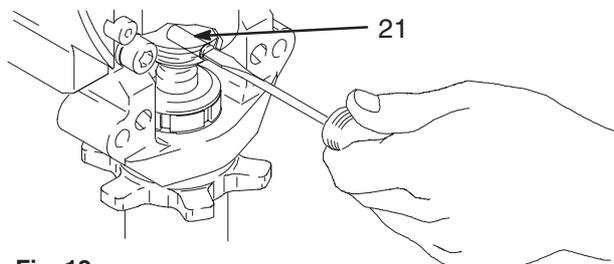

Fig. 12
3. Fig. 12. Utilice un destornillador para extraer el muelle de retención y el pasador.
2. Fig. 12. Introduzca el pasador (21) en el orificio e introduzca el muelle de retención en la ranura hasta que rodee completamente la varilla de conexión.